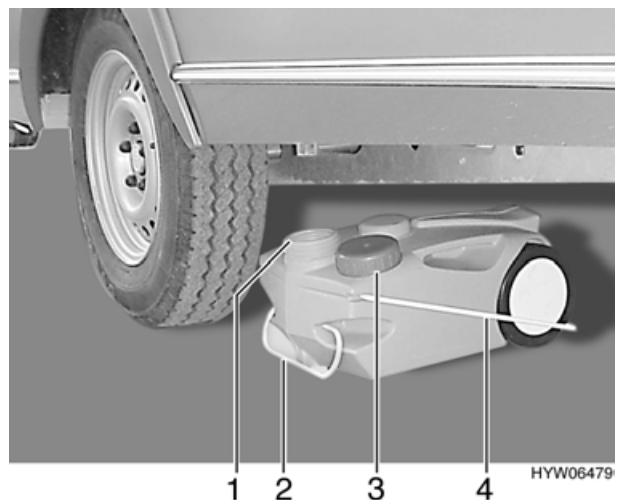

Bild 100 Abwassertank, fahrbar
- Öffnung des Abwassertanks (Bild 100,1) mit dem Deckel (Bild 100,3) schließen.
- Den Abwassertank am Griff (Bild 100,2) herausziehen.
- Tragegriff (Bild 100,4) nach oben klappen und Abwassertank aufstellen.